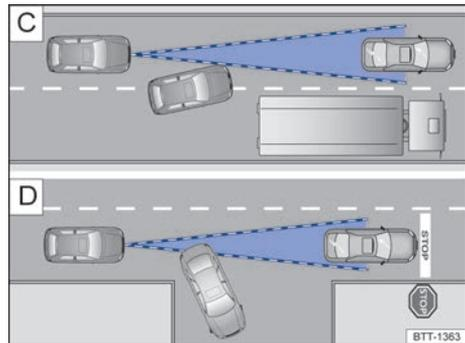

Fig. 132 **C** Cambio de carril. **D** Vehículo girando y otro detenido.
Si, p. ej., un vehículo detectado por el ACC gira o se aparta y delante del mismo se encuentra un vehículo detenido, el ACC no reaccionará ante este último → **D** en *fig. 132*.
- Vehículos que cambian al carril por donde usted circula a muy poca distancia del vehículo → **C** en *fig. 132*.